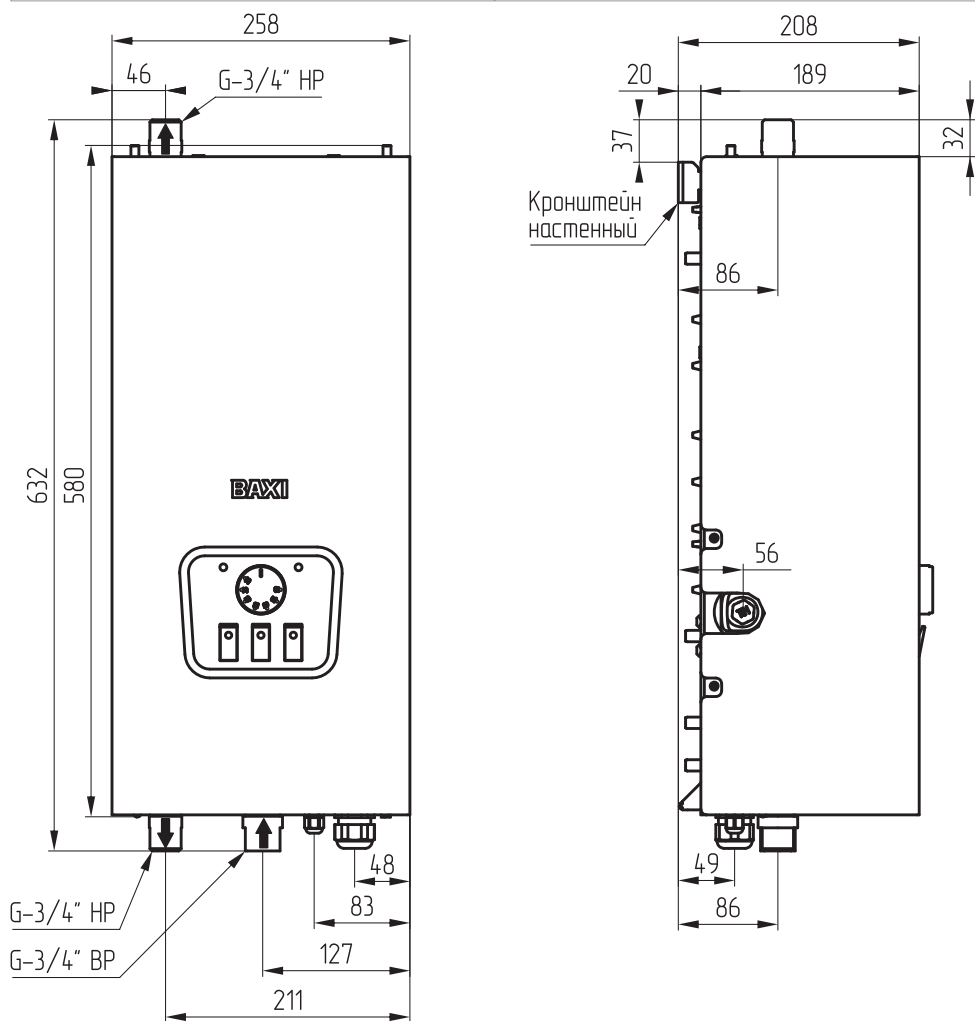

Рис. 3 Габаритные и присоединительные размеры котлов.
- Подсоединить котел к системе отопления. Габаритные и присоединительные размеры котла указаны на **Рис. 3**;